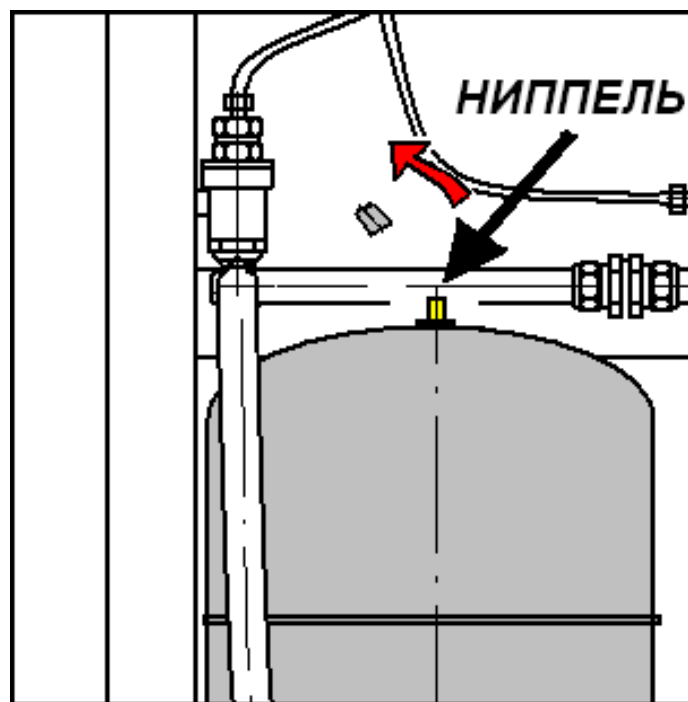

Рисунок 4 - Расположение ниппеля на гидроаккумуляторе.
2.2.6 Для доступа к защитному колпачку ниппеля гидроаккумулятора открыть замок на лицевой крышке установки. Снять защитный колпачок с ниппеля гидроаккумулятора (рис. 4).